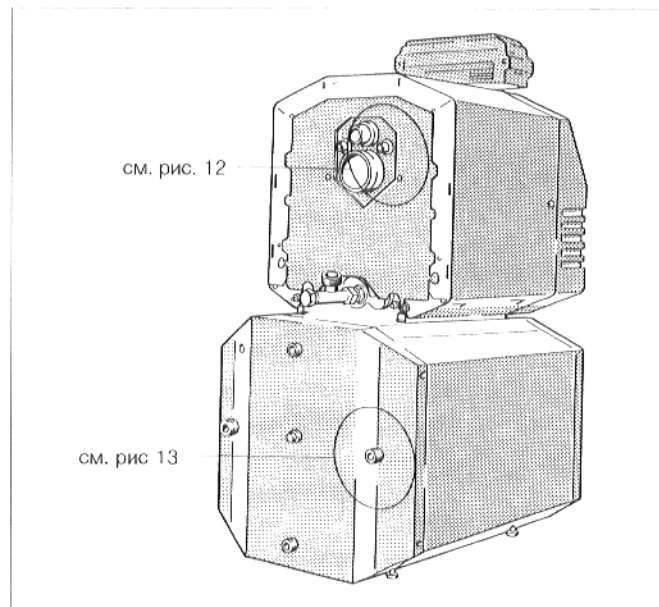
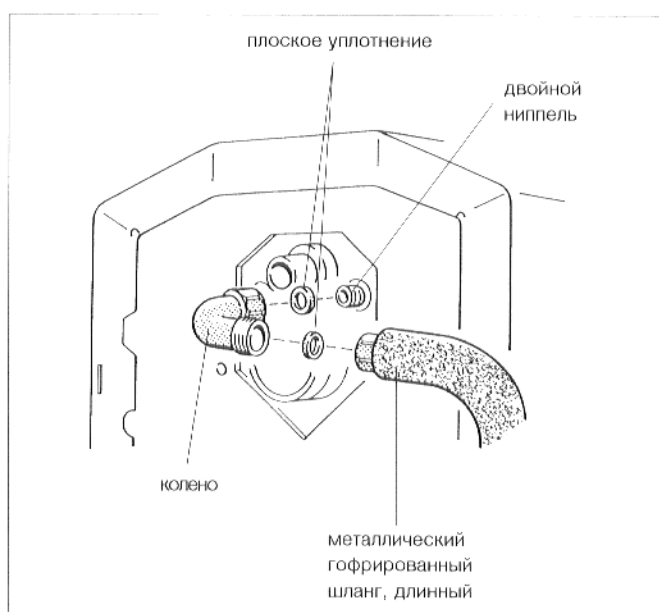
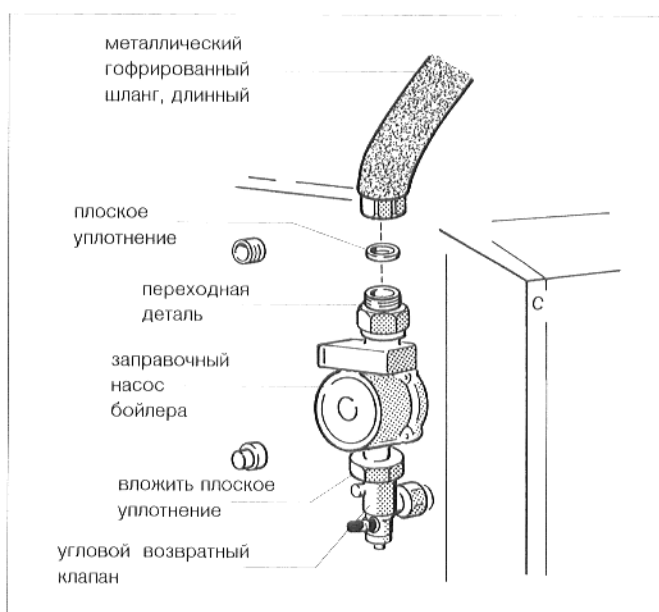

Рис. 11
Рис. 12
Рис. 13
- Вложить О-образное кольцо в паз двойного ниппеля (рис. 11 и рис. 12).
- Ввинтить двойной ниппель в отверстие для подключения подводящей линии бойлера-нагревателя хозяйственной воды у котла, соответственно рис. 12 и рис. 11.
- Вложить плоское уплотнение в накидную гайку второго колена и слегка привинтить колено к двойному ниппелю (рис. 12).
- Вложить плоское уплотнение в накидную гайку углового возвратного клапана и привинтить угловой возвратный клапан к подводящей линии бойлера (рис. 13 и рис. 11).
- Вложить плоское уплотнение для заправочного насоса бойлера ($\varnothing 44 \times 28 \times 2$) в верхнюю накидную гайку углового возвратного клапана, и привинтить заправочный насос бойлера внизу у углового возвратного клапана так, чтобы направление подачи показывало вниз (рис. 13 и рис. 11).
- Вложить второе плоское уплотнение для заправочного насоса бойлера ($\varnothing 44 \times 28 \times 2$) в переходную деталь, и привинтить переходную деталь к всасывающему патрубку заправочного насоса бойлера (рис. 13 и рис. 11).
- Держать металлический гофрированный шланг так, чтобы он находился между точками подключения, и произвести соответственное изменение его формы (рис. 11).
- Вложить уплотнения в накидные гайки металлического гофрированного шланга и ввинтить металлический гофрированный шланг между переходной деталью и коленом (рис. 11).
- Затянуть накидную гайку колена (рис. 12).